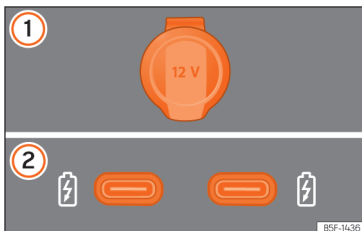

Fig. 169 Tomadas de corrente de 12 Volts do veículo
»» Fig. 169
Em função do equipamento e do país, o veículo pode dispor também de conectores USB com função **exclusivamente de carga ou tomada de corrente** »» Fig. 169 ②.